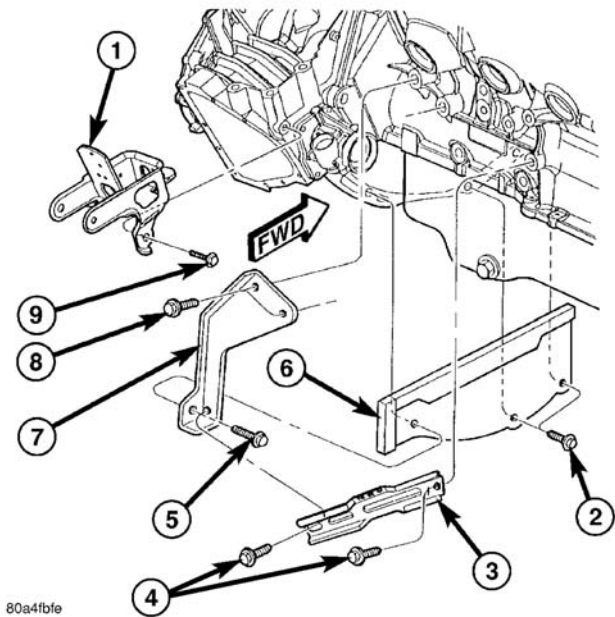
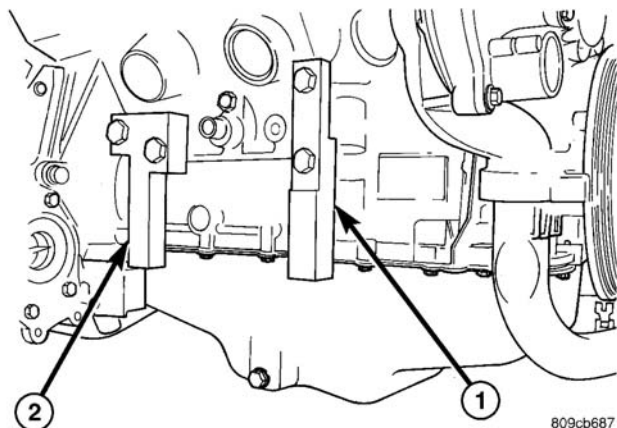

图 8 动力系统支撑和防尘盖
图 9 安装在发动机体上的适配器工具
- (35) 将前发动机固定座及托架成组拆下
- (36) 卸下发动机后支座支架。
- (37) 卸下发动机至变速桥支柱（图 8）。
- (38) 卸下变速桥箱盖（图 8）。
- (39) 卸下挠性板至扭矩转换器螺栓。
- (40) 卸下动力转向压力软管支撑夹装接螺栓。
- (41) 断开爆震传感器线束接头（仅指 3.8L）。
（51）在发动机体的右侧（后部）上安装专用工具 6912 和 8444 适配器（图 9）。
(5) 卸下专用工作 6912 和 8444(图 9)。
(6) 降下车辆。
(7) 安装动力转向泵和压力管路支撑。
(8) 安装发电机和接线线束。(参见 8-电气/充电/发电机-安装)
(9) 抬高车辆。
(10) 将接线线束支撑夹装接到机油尺管。
(11) 连接机油压力开关线束接头。
(12) 安装空调压缩机。
(13) 安装水泵皮带轮。
(14) 连接散热器下软管。
(15) 安装附属装置驱动皮带和防溅板。(参见 7-冷却/附属装置传动/驱动皮带-安装)
(16) 连接发动机体加热器线束接头,若配备。
(17) 连接爆震传感器线束接头(仅指 3.8L)。
(18) 安装扭矩转换器至弹性板螺栓。
(19) 安装变速桥箱盖(图 8)。
- (20) 安装动力系统支柱 (图 8)。
(21) 安装发动机后支座支架。
(22) 安装发动机前支座和支架组件。
(23) 配备 AWD; 安装分动器 (PTU)。
(24) 安装半轴。(参见 3-差速器与动力传动系统/半轴-安装)